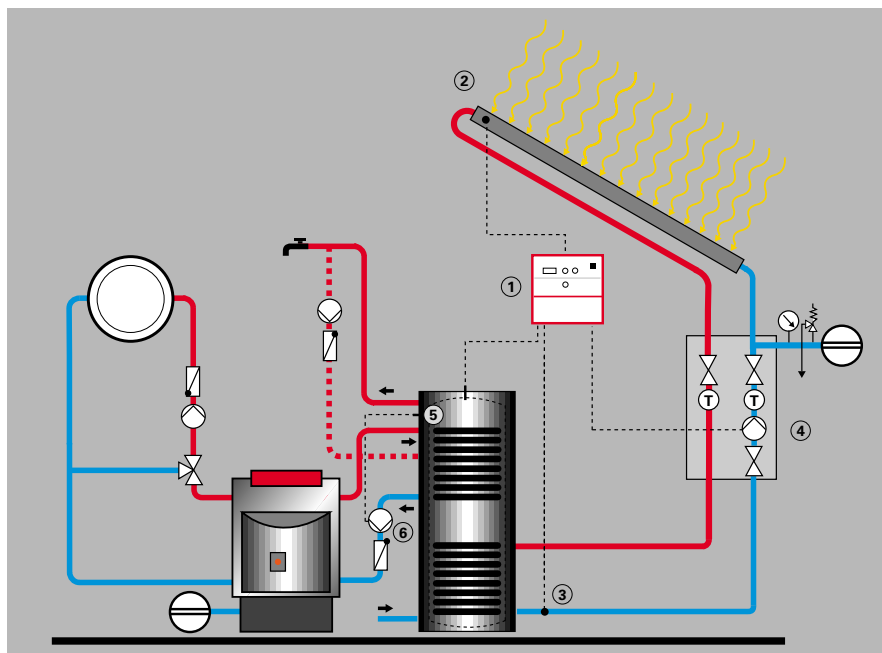

Bild 32: Bivalente Trinkwassererwärmung mit Sonnenkollektoren und bivalentem Speicher-Wassererwärmer
Solaranlage im Neubau (Bild 32)
Der Speicher-Wassererwärmer B wird – wie im Bild 32 – vom Heizkessel beheizt, wenn am Speichertemperatursensor ⑤ die eingestellte Warmwassertemperatur unterschritten wird.
Der Kombispeicher wird – wie im Bild 32 und 33 – vom Heizkessel beheizt, wenn am oberen Speichertemperatursensor ⑤ die eingestellte Heizwassertemperatur unterschritten wird.